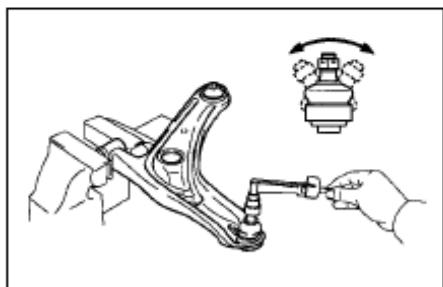

Рис. 190
- (1) Перед измерением, 5 раз проверните шаровой шарнир , как показано на рисунке (рис.190).
- (2) Непрерывно вращайте гайку со скоростью 2-4 секунды на один оборот с помощью динамометрического ключа, и запишите значение вращательного момента на 5-ом обороте.